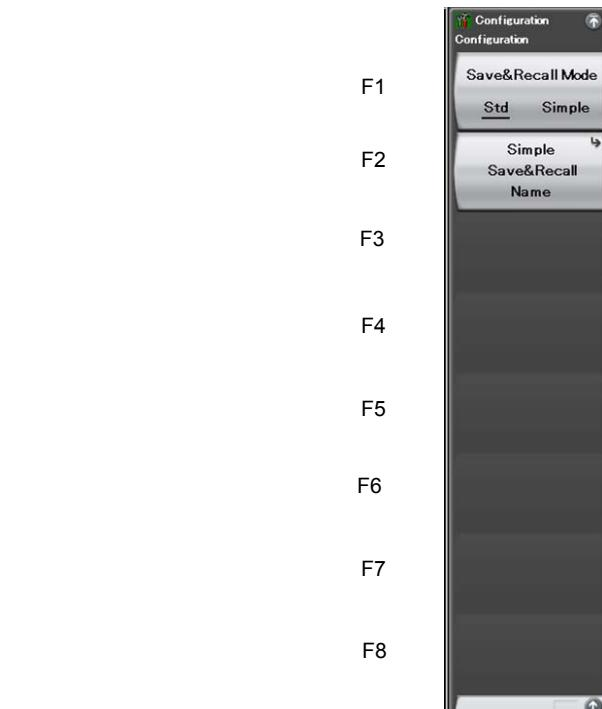

図 3.6.4-1 Save&Recall Settings メニュー
3.  (Save&Recall Settings)を押すと、図 3.6.4-1 の Save&Recall Settings メニューが表示されます。